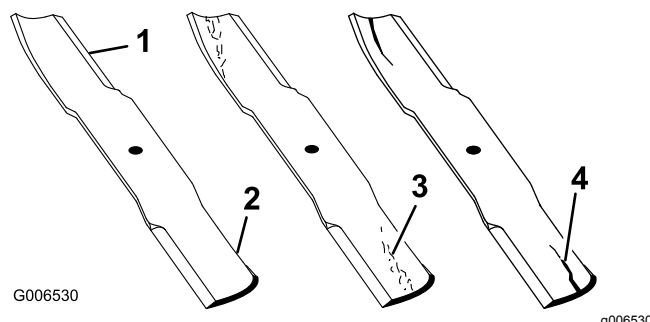

Figure 58
1. Examinez le tranchant des lames (Figure 58).
4. Remplacez immédiatement toute lame fendue, usée ou qui présente une entaille sur cette partie (Figure 58).